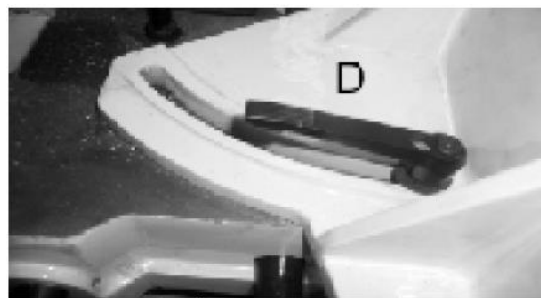

Рис. 14
3. При необходимости ослабить зажимную рукоятку (D) (рис. 14). Ослабить установочный винт (F) и поворачивать регулировочный винт (G), пока губки тисков не будут расположены под прямым углом к режущему полотну.
4. При необходимости ослабить зажимную рукоятку (D) (рис. 14). Когда губки тисков находятся под углом 45 градусов к режущему полотну, ослабленный установочный винт (K) должен касаться шпильки зажимной рукоятки. Затянуть установочный винт (H).